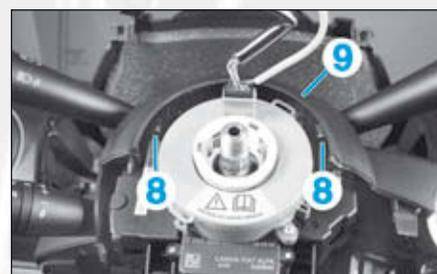

FIG.15
- les vis (8) de la garniture supérieure de la colonne de direction (Fig.15).
- la garniture supérieure (9) de la colonne de direction.